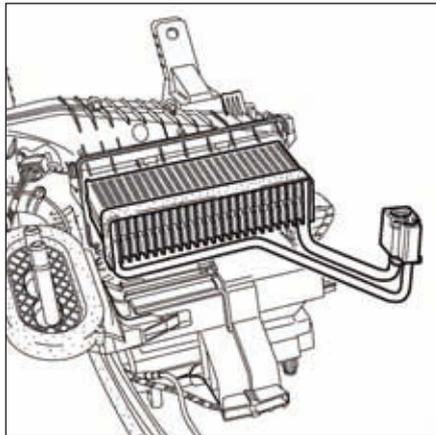

FIG.17
- Déposer l'évaporateur (Fig.17).